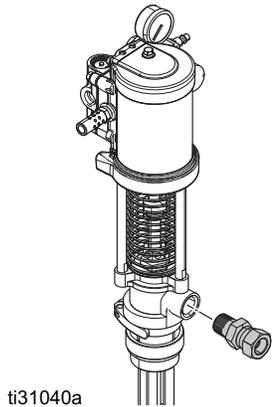

FIG. 6
2. Appliquer du produit d'étanchéité pour filetages sur le raccord mâle de sortie (pas fourni) et l'introduire dans l'orifice de sortie. Voir la FIG. 6.